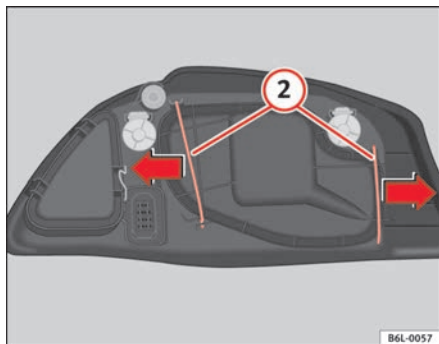

Abb. 152 Glühlampe
- Die Stäben ② ⇒ Abb. 152 in Pfeilrichtung herausschieben und den Deckel abnehmen.
- Den Kunststoffdeckel und die Stäben ② ⇒ Abb. 152 einsetzen.